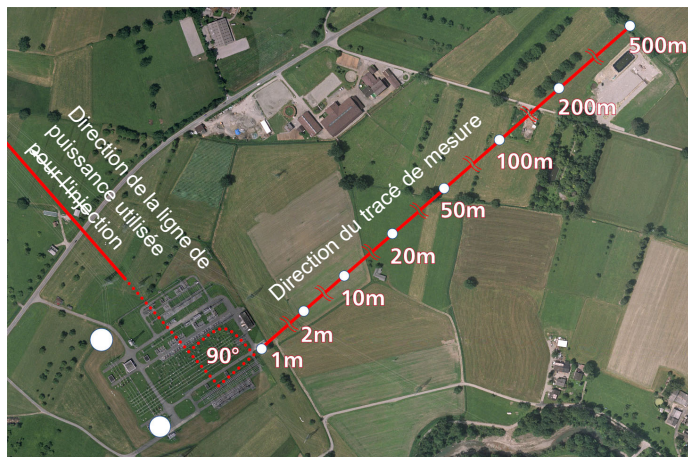

Figure 5-12: Direction du tracé de mesure
9. Suivre les exemples des figures Figure 5-11: page 61 et Figure 5-12: page 62, en connectant l'entrée noire du *HGT1* à une section raccordée à la terre quelconque du poste et l'entrée rouge au piquet de terre, utilisé comme électrode de test.